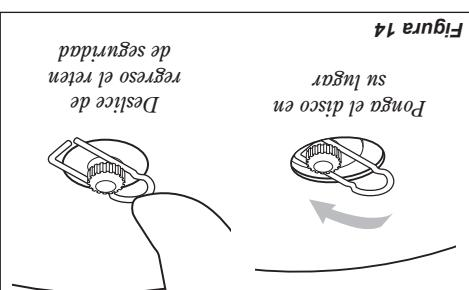

Figura 14
Consulte la figura 14.
- Encuje la cuchilla sobre el reten de seguridad y luego centrólo sobre el borde del soporte A. Consulte la figura 14.